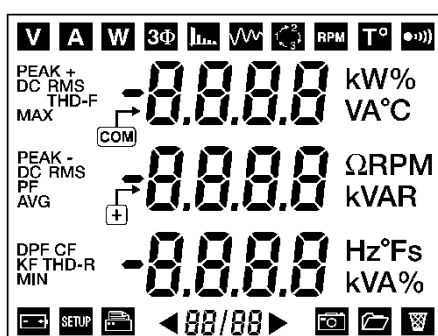

Figura 69: Il primo schermo acceso.
- Alla visualizzazione del primo schermo (visualizzazione dei 172 segmenti, vedi Figura 69, pagina 28), tenere premuto il tasto giallo () fino al bip sonoro.